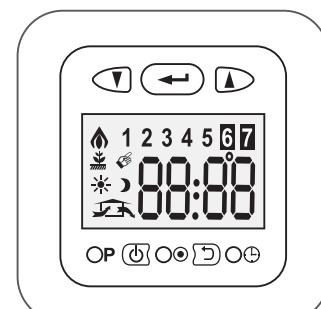
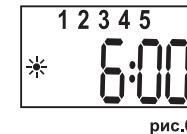

рис.5
рис.6
Нажмите и удерживайте в течение трех секунд кнопку (см. рис.5) – включится оранжевая подсветка, дисплей заработает в нормальном режиме, т.е. отобразятся:
- текущий режим работы: (см. рис.5)
1. В нормальном режиме дисплея при помощи тонкого твердого затупленного предмета нажмите кнопку в отверстии  (см. рис.5) - замигают значения минут (см. рис.6);
При программировании в любой момент можно вернуться в нормальный режим нажатием кнопки  . Дисплей автоматически возвращается в нормальный режим через 20 секунд после последнего нажатия на любую кнопку. На случай зависания микропроцессора предусмотрена кнопка перезагрузки в отверстии  (см. рис.5), которая возвращает терморегулятор к заводским установкам.